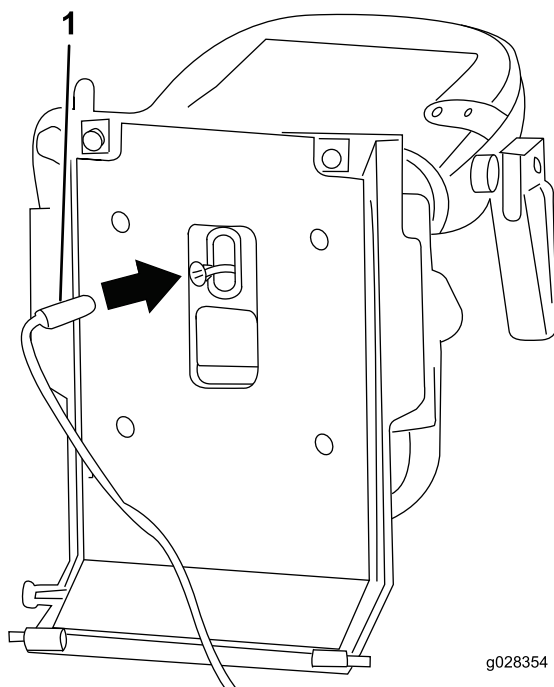

Figura 5
7. Scollegate il cablaggio preassemblato del microinterruttore del sedile dal fondo del sedile (Figura 5).